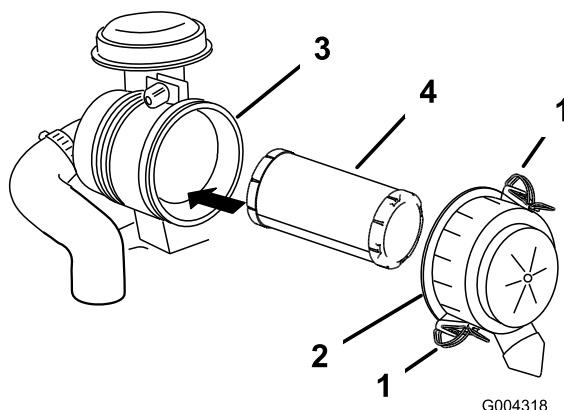

Bild 32
3. Lösen Sie die Riegel am Luftfilter und ziehen Sie die Abdeckung vom Gehäuse ab (Bild 32).
5. Schieben Sie den Luftfilter vorsichtig aus dem Luftfiltergehäuse heraus (Bild 32). Vermeiden Sie ein Anstoßen des Filters an der Seite des Gehäuses.
2. Schieben Sie den Luftfilter vorsichtig in das Gehäuse (Bild 32).
3. Bringen Sie die Luftfilterabdeckung so an, dass die Seite mit **UP** nach oben zeigt, und rasten Sie die Riegel ein (Bild 32).